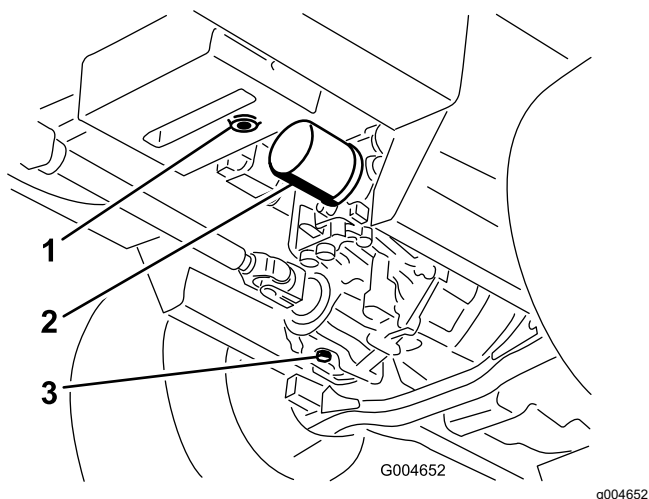

Figura 96
4. Limpie la zona alrededor del filtro de aceite hidráulico y retire el filtro (Figura 96).
3. Coloque un recipiente grande debajo del depósito de aceite hidráulico y el alojamiento de la transmisión y retire los tapones; deje que se vacíe todo el aceite hidráulico (Figura 96).